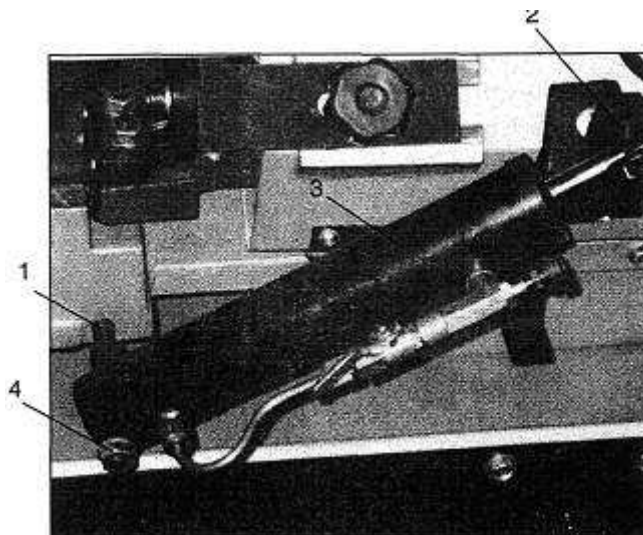

Fig.3
5. Glissez la barre du vérin (1, fig.3) dans la base et serrez. Faites coulisser le vérin (3) sur la barre et serrez l'écrou (4). Faites coulisser la vis (2) dans le cylindre et serrez.